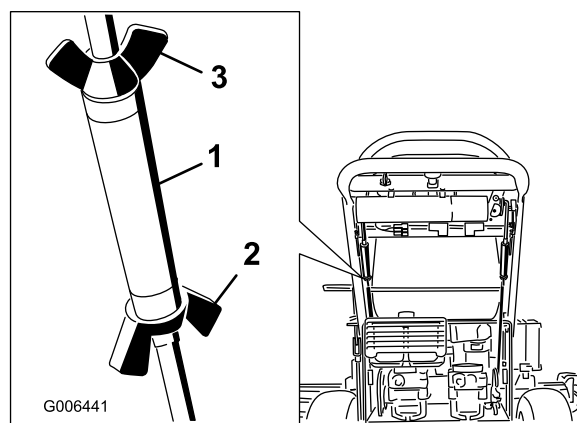

Figure 30
3. Fixez le tendeur en position avec les écrous à oreilles (Figure 30).
5. Fixez le tendeur en position avec les écrous à oreilles (Figure 30).